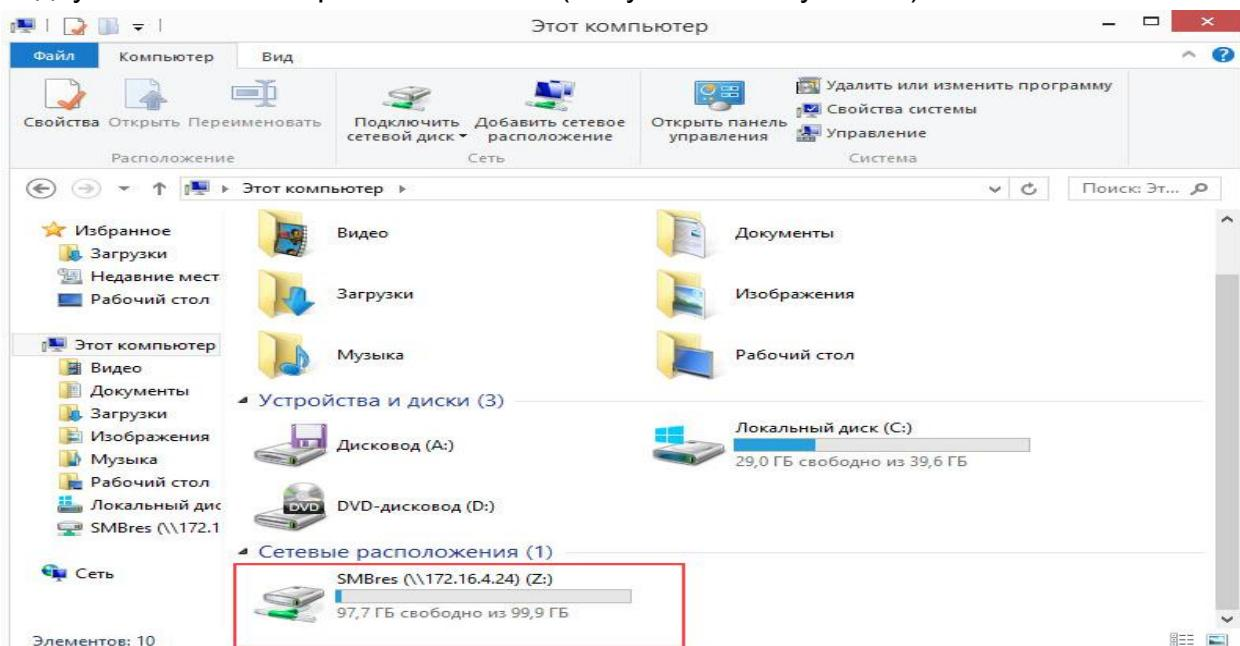

Рисунок 63 – Сетевые расположения
- 1.12) в окне «Мой компьютер» («Этот компьютер») появится сетевой диск в подпункте «Сетевые расположения» (Рисунок 63 Рисунок 63).